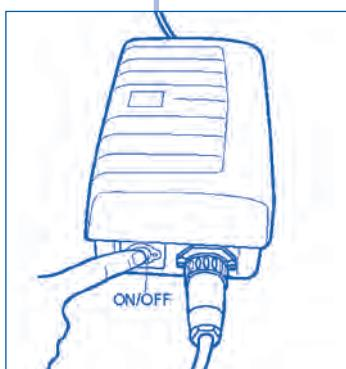

Figura 5
- Para iniciar o seu robot Vortex 1, prima o botão ON/OFF (**Figura 5**). O indicador verde acende e o robot inicia alguns segundos após.